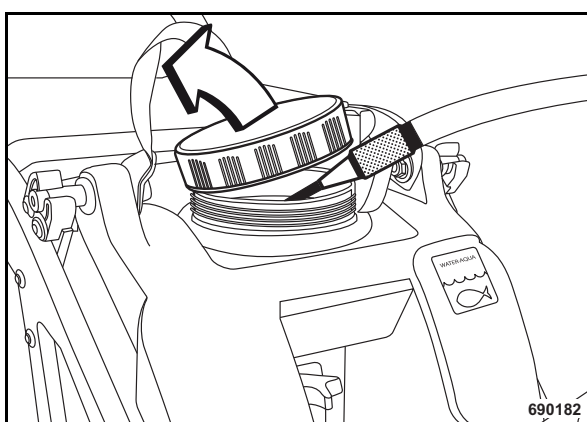

Fig. 35
- Abrir el depósito de agua(Fig. 35) y llenarlo con agua limpia.